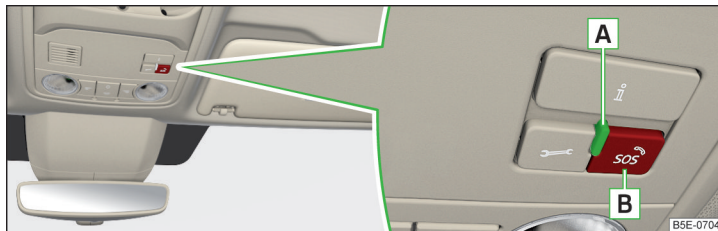

Abb. 11 Notruftaste
- Die Taste **B** » Abb. 11 gedrückt halten.
Der **Systemzustand** wird nach dem Einschalten der Zündung durch Aufleuchten der Kontrollleuchte **A** » Abb. 11 angezeigt.